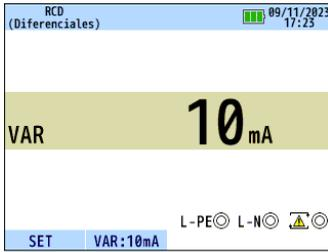

Fig. 11-8
- (1) Presione F1 y F3 para seleccionar el modo de medición y el tipo de RCD.
- (2) Presione el pulsador F2 para seleccionar "VAR".
- (3) La pantalla LCD muestra el valor actual 2 durante segundos. (Fig. 11-8). Presione el interruptor F1 (SET) dentro de estos 2 segundos. (Si transcurren 2 segundos o más sin presionar el pulsador, pulse nuevamente F2 para volver a la pantalla de la Fig.11-8).